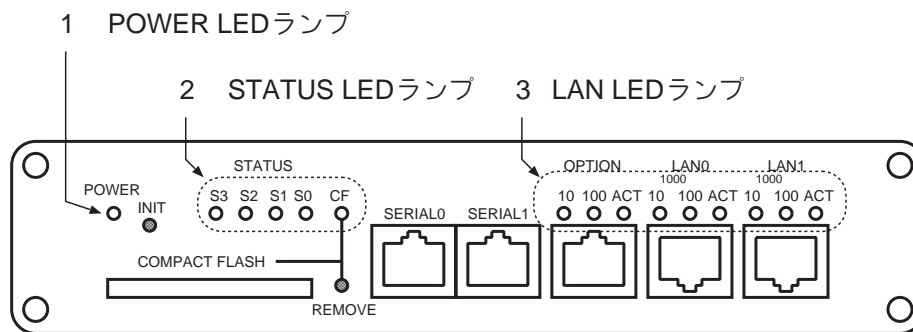
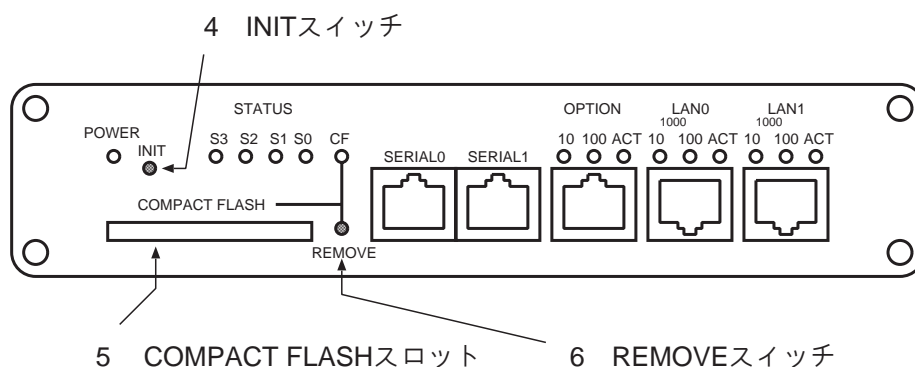

図 1: CS-SEIL/Turbo 前面 ランプ (LED)
図 2: CS-SEIL/Turbo スイッチ/スロット
- コンパクトフラッシュ・カードを抜く前に必ず REMOVE スイッチを押し、STATUS ランプ中の CF ランプが消灯したことを確認してから抜き取ってください。(参照「図 1: CS-SEIL/Turbo 前面 ランプ (LED)」 「図 2: CS-SEIL/Turbo 前面 スイッチ/スロット」)